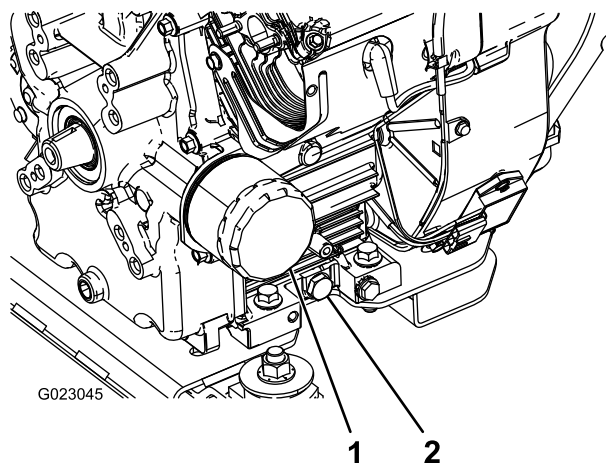

Figura 41
5. Retire el tapón de vaciado (Figura 41).
8. Agregue lentamente un 80% de la cantidad especificada de aceite por el tubo de llenado (Figura 41).